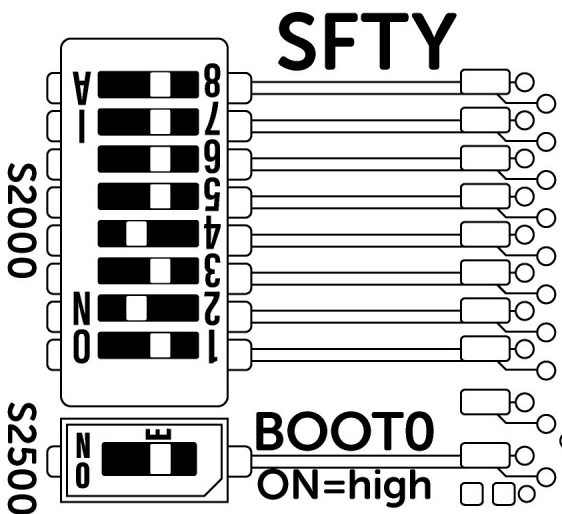

Abbildung 19
Die Kalibrierung erfolgt unter der Annahme, dass sich das zu kalibrierende UVPANEL in einem Eintürer befindet. Gehen Sie sicher, dass dazu die Dip-Schalter richtig gestellt sind. (siehe Abb. 19)
4. Reset-Button und Button 1 drücken. Dabei zuerst den Reset-Button gedrückt halten, dann den Button 1 drücken. Reset-Button loslassen und anschließend den Button 1. (Siehe Abbildung 19.)